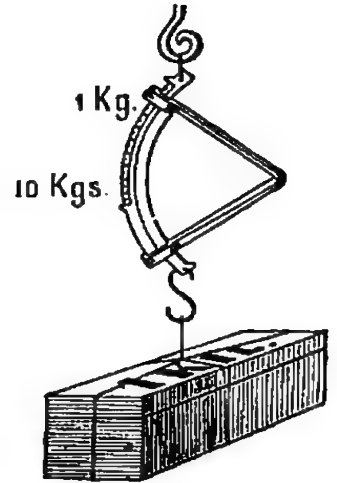

Fig. 525. — Peson à ressort.
**7. Le peson à ressort.** — Le *peson à ressort* (fig. 525) sert aussi à peser; il ne repose pas sur la théorie des leviers, mais sur l'élasticité de l'acier. Il comprend une lame d'acier, courbée en forme de V. Deux arcs métalliques sont fixés l'un à la branche supérieure, l'autre à la branche inférieure; le premier porte un crochet où l'on suspend le corps à peser, et l'autre, qui est gradué, un anneau pour soutenir le tout. Chacun de ces arcs traverse librement la branche opposée.